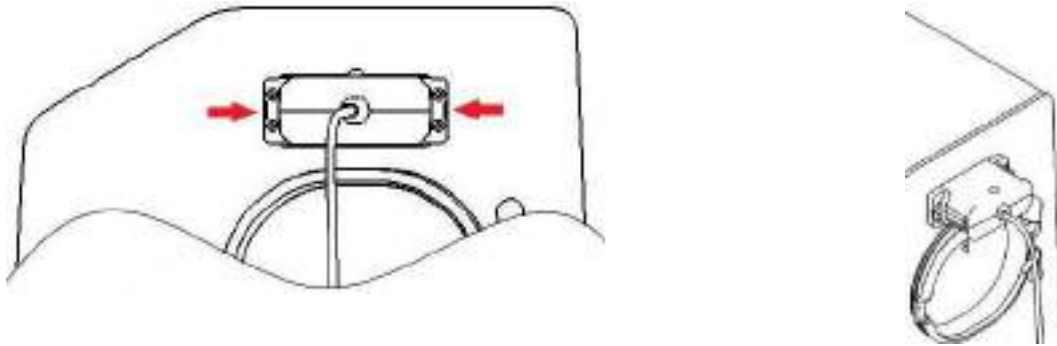

Figura 251 - Retirando módulo dos sensores
6. Para retirar a cúpula interna da incubadora com módulos de controle (MC2 e MC3), retire o módulo, conforme figura 251.
- Puxe as duas travas laterais e destrave o módulo dos sensores, conforme figura 251.